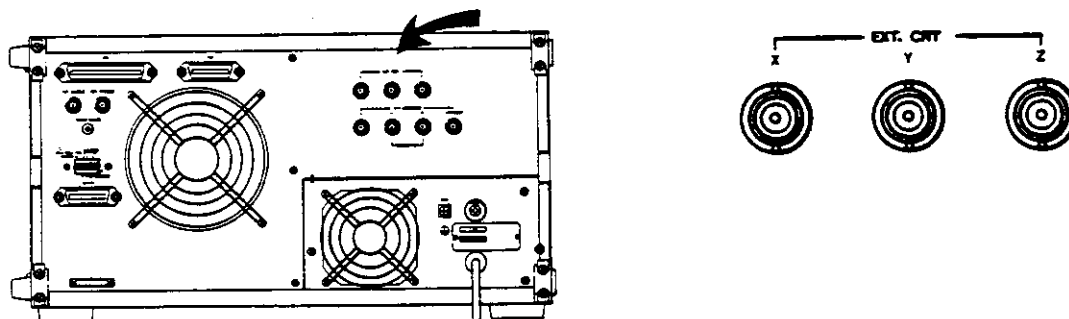

図 4 - 139 EXT. CRT 端子
**EXT. CRT** 端子の周辺回路を [図 4 - 140 (a)] に示します。
**EXT. CRT** 端子を用いて外部モニターを行なう場合は, [図 4 - 140 (b)] に示しますように, 信号のノイズ・カットが必要となります。
[図 4 - 140 (c)] に, テクトロニクス社製のモニター・スコープを接続して観測した例を示します。